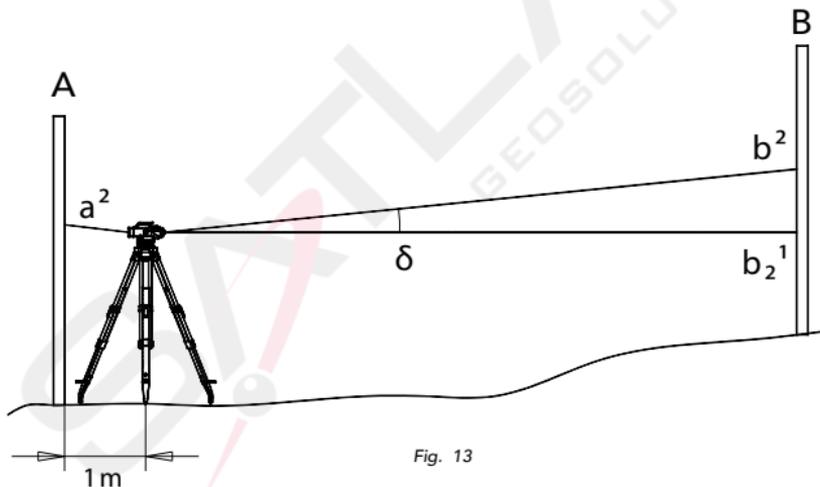

Fig. 13
- • Installez l'instrument à environ 1 m du point A. Lisez ensuite la portée A et la portée B comme « a_2 » et « b_2 » (fig. 13).